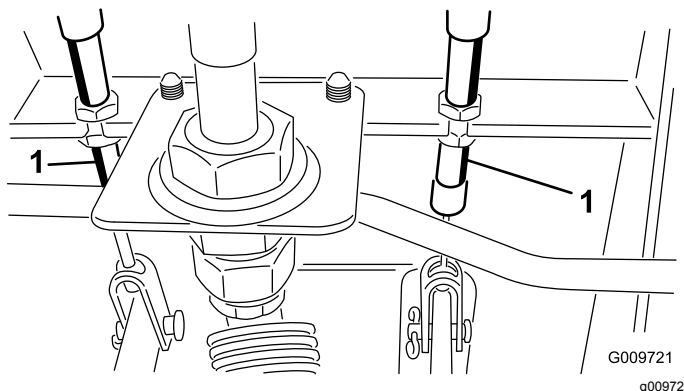

Figura 100
- A. Desaperte a porca dianteira na extremidade roscada do cabo do travão (Figura 100).